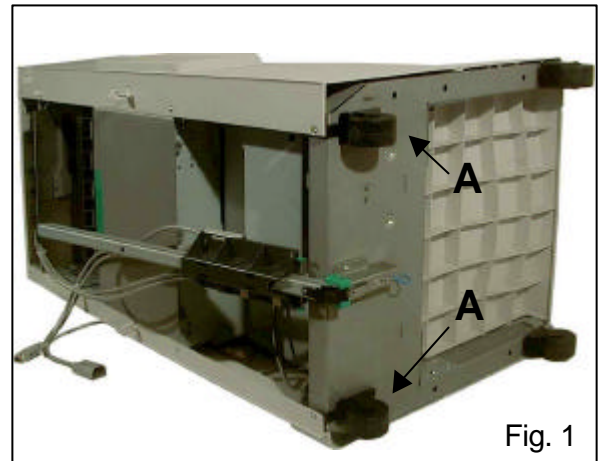

Fig. 1
3. Ausgabefach auf weichem Untergrund vorsichtig auf die Seite (Seite mit dem HP Logo) kippen. (Fig. 1)
1. Die hinteren zwei Rollen am Ausgabefach abschrauben (je eine Schraube von oben und hinten) (Fig. 1, A). Diese Schrauben werden nicht mehr benötigt, sollten aber aufbewahrt werden, falls das Gerät wieder in den ursprünglichen Zustand versetzt werden muss.